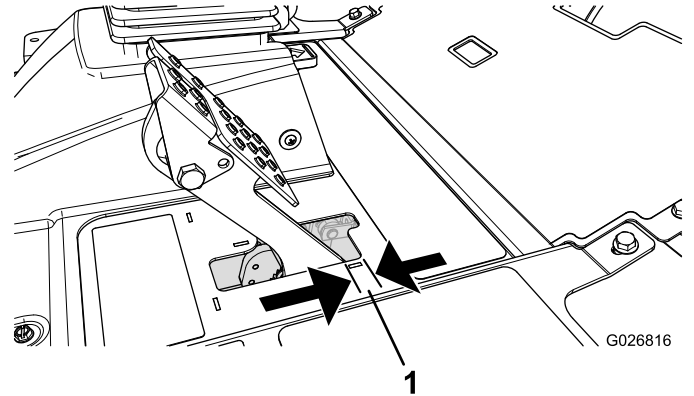

Bild 86
Stellen Sie die Bremsen ein, wenn das Bremspedal mehr als 2,5 cm Spiel hat, oder wenn die Bremsen nicht mehr gut genug greifen (Bild 86). Als Spiel gilt der Abstand, den das Bremspedal zurücklegt, bevor ein Bremswiderstand spürbar ist.
- Ziehen Sie die hintere Mutter an, um den Zug nach hinten zu bewegen, bis das Bremspedal ein Spiel zwischen 0,63 mm bis 1,27 cm aufweist, bevor die Radsperrung auftritt (Bild 86).